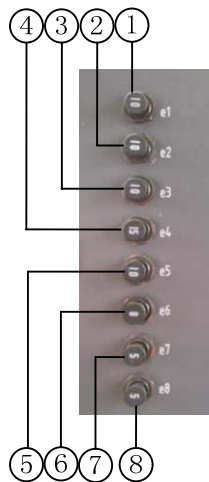

图25 B11 保险
⑦ B11保险（详述见图25）	⑧ 大闸
⑨ 小闸	⑩ 紧急制动
⑪ 主机/辅机转换	⑫ 手油门
⑬ 工作位	⑭ 话筒及其开关
⑮ 挂档盒